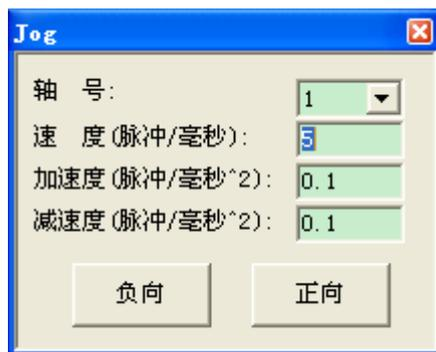

图 4-11 Jog 模块界面
- (1) 首先请确认控制器与驱动器之间已正确可靠连接。
- (2) 启动 MCT2008。确认计算机与控制器之间通讯正常。
- (3) 按照上面脉冲模式的设置，去使能限位和驱动报警，写入控制器，然后查看轴状态，确认轴不存在如报警、限位等异常状态。
- (4) 点击轴状态面板上的“伺服使能”，使能该轴。
- (5) 单击“视图”->“JOG”菜单项调出 Jog 面板，在“轴号”下拉框中选择控制轴。如图 4-11 所示。